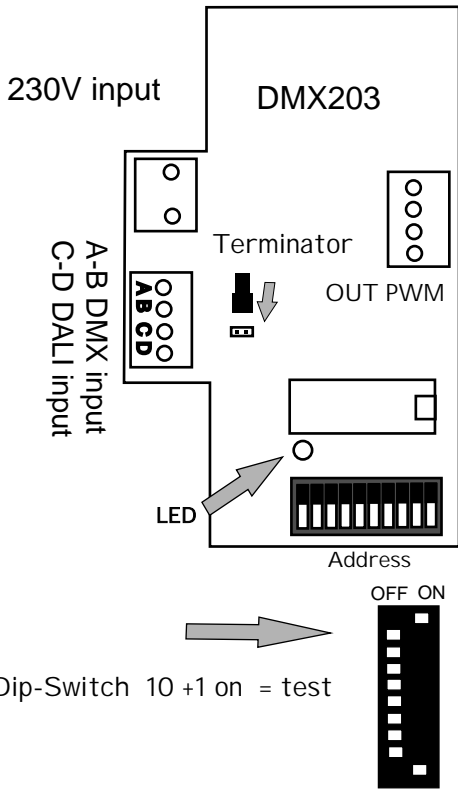

Fig 2
- 2) Collegare il modulo DMX2 con la centralina RBOX utilizzando l'apposito cavo fornito con il DMX2 a 5 poli. Rispettare i colori e la posizione indicata. Fig 2 Non usare altri cavi
- 2) Connect the interface DMX2 to the RBOX driver using the suitable 5pin connection cable delivered with the DMX2 interface. Always respect all leads colours and the position indicated. Fig.2. Don't use any other cables.
- 2) Den Anschlußkonverter DMX2 an dem Konverter RBOX durch das mit DMX2 geliefertem 5poliges Kabel anschließen. Die Kabelfarben und die richtige Stelle immer beachten. Bild 2. Keine andere Kabel verwenden.